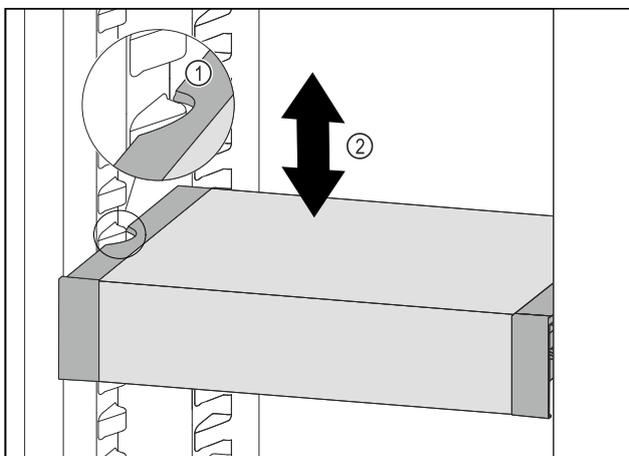

Fig. 87
- ▶ Tirare VarioSafe in avanti fino a quando le cavità laterali di VarioSafe non si trovano al livello della nervatura del contenitore nel vano frigorifero. Fig. 87 (1)
- ▶ Spostare VarioSafe verso l'alto o verso il basso nel vano frigorifero fino a raggiungere l'altezza desiderata. Fig. 87 (2)